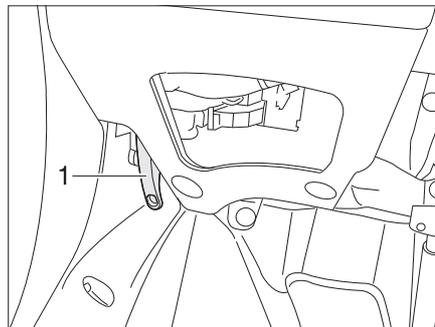

Bild 23 Öffnen der Motorhaube
- Den Hebel (Bild 23,1) unter dem Armaturenbrett an der linken Fahrzeugseite ziehen. Die Motorhaube öffnet sich bis zum Anschlag des Sicherungshakens.